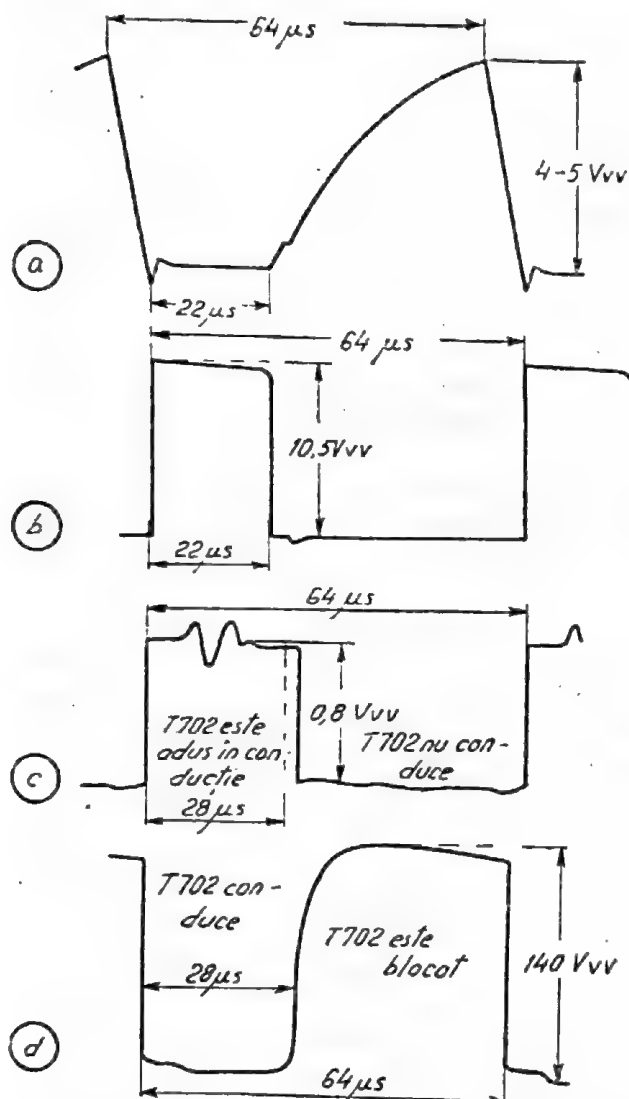

Fig. 11.2. Forma impulsurilor în bază și colector la tranzistoarele T701 și T702
9. Funcționarea corectă a oscilatorului de linii se verifică măsurînd tensiunea cvasisinusoidală de pe colectorul T_{700} (oscilograma 11 de pe schema electrică), amplitudinea este de cca 12 V_{VV}. Alternanța negativă a acestei tensiuni se aplică pe baza T_{701} prin D_{701} și supracomandînd pe T_{701} asigură formarea impulsurilor dreptunghiulare ce comandă prefinalul de linii T_{702} . Pe baza T_{701} , tensiunea de comandă (v. oscilograma 12) are o formă specifică un fel de dinte de fierăstrău de 4—5 V_{VV} amplitudine cum se vede în fig. 11.2, a cu „baza” avînd durata de 22—23 μs. Pe colectorul T_{701} impulsul de tensiune are forma din fig. 11.2, b, cu amplitudinea de 10,5 V_{VV}.
Pe baza T_{702} , impulsul de comandă are forma din fig. 11.2, c cu durata de 26—28 μs.
10. Pe colectorul T_{702} impulsurile au o amplitudine de 135—145 V_{VV} și forma din fig. 11.2, d (oscilograma 14 de pe schema electrică a TV-2CI, cu